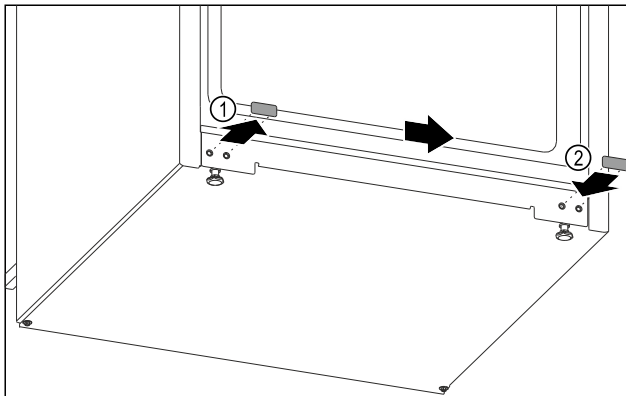

Fig. 19
- ▶ Abdeckstopfen herausziehen. Fig. 19 (1)
- ▶ Abdeckstopfen auf der Gegenseite einsetzen. Fig. 19 (2)